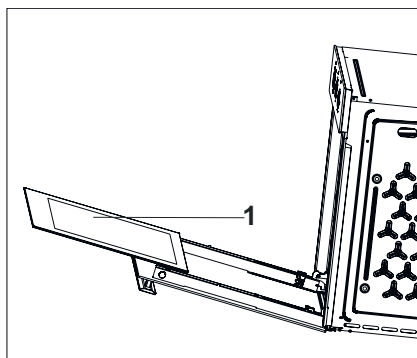

Рис. 17
- Снимите внутреннее стекло прибора для очистки (Рис. 17).